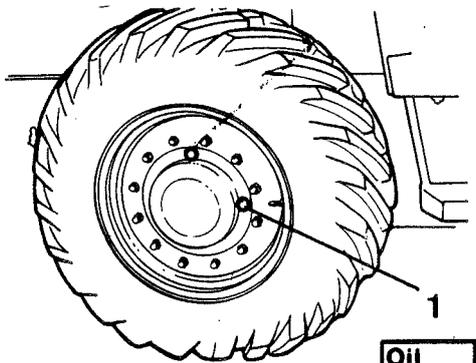

Fig. 38
- 4 Conduire le rouleau et l'amener de manière à ce que le bouchon de niveau vienne en position de remplissage, voir fig. 38.